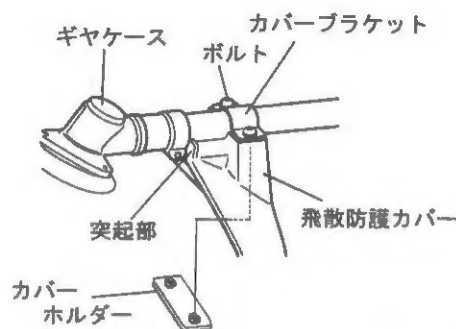

図 5-6
- (1) 飛散防護カバーの突起部をギヤケースの端に当てた状態でカバーブラケット、ボルトとカバーホルダーで飛散防護カバーをメインパイプに確実に固定します。(図 5-6)